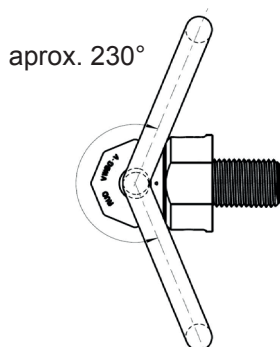

Ilustración 1: Rango de giro
- La anilla de carga puede pivotar aproximadamente en 230° (ilustración: 1)